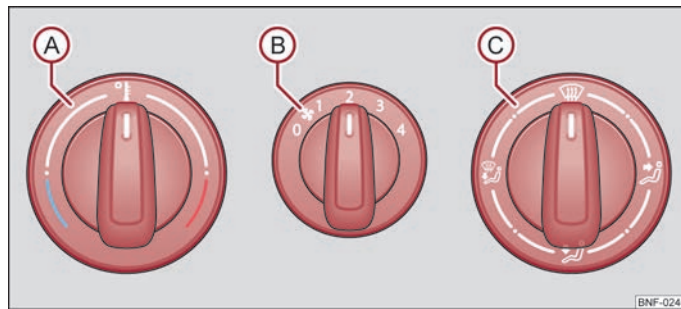

Bild 55 Värmesystem: Reglage
- Vrid vredet A ⇒ bild 55 åt höger för att höja temperaturen.
- Reglage Ⓐ, Ⓑ, Ⓒ ⇒ bild 55.